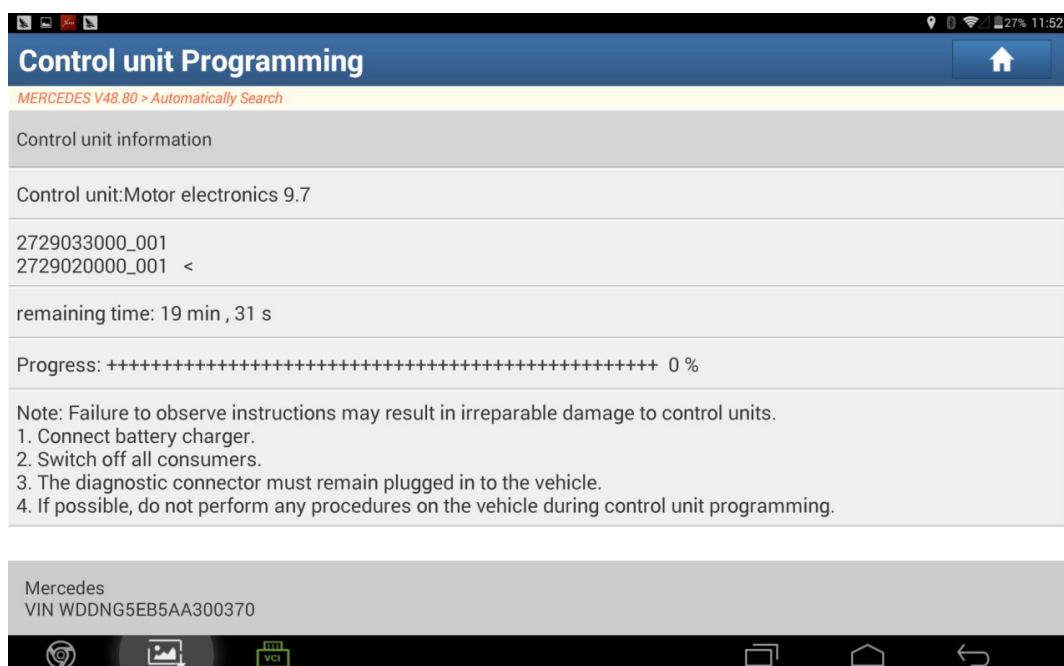

Fig. 12
12. Verrà mostrato il progresso della programmazione fino al raggiungimento del 100%. Vedere la Fig. 12;